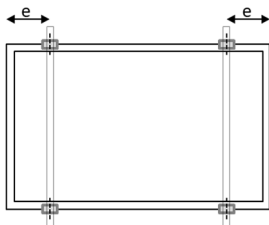

Bild A1: Klemmenposition an langer Rahmenseite
**Tabelle.A1-1 Test Last mit Klemmen an langer Rahmenseite (Bild A1)**
**Tabelle.A1 Design Last mit Klemmen an langer Rahmenseite (Bild A1)**